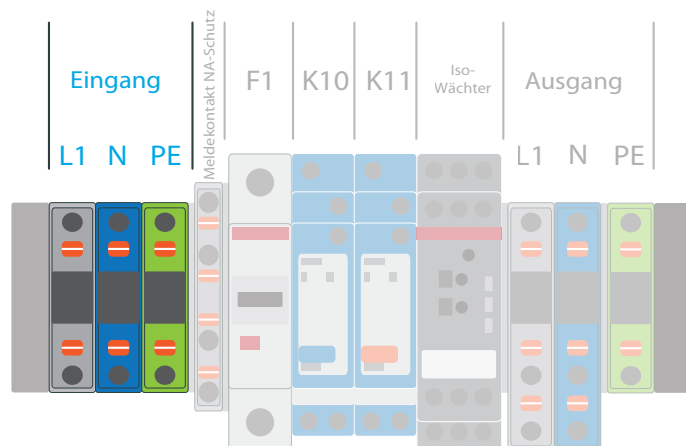

Abb. 5 Klemmleiste SENEK Notstrombox mit Reihenklemmen "Eingang"
5. Verbinden Sie das Kabel mit den Reihenklemmen "Eingang" in der SENEK Notstrombox gemäß Abb. 5.